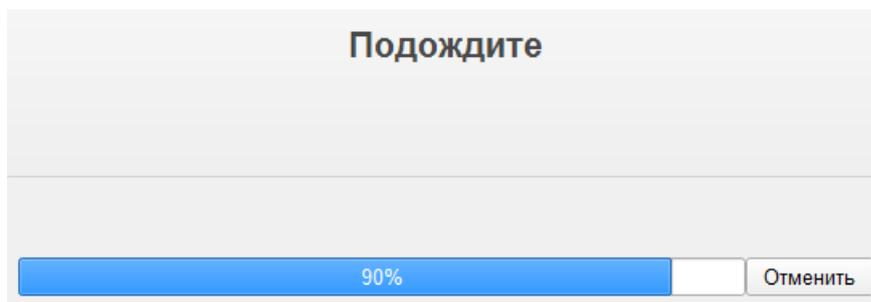

Рис. 62
4.4.2.3. Опрос значений параметров сопровождается отображением прогресса опроса параметров, как показано на рис. 62.